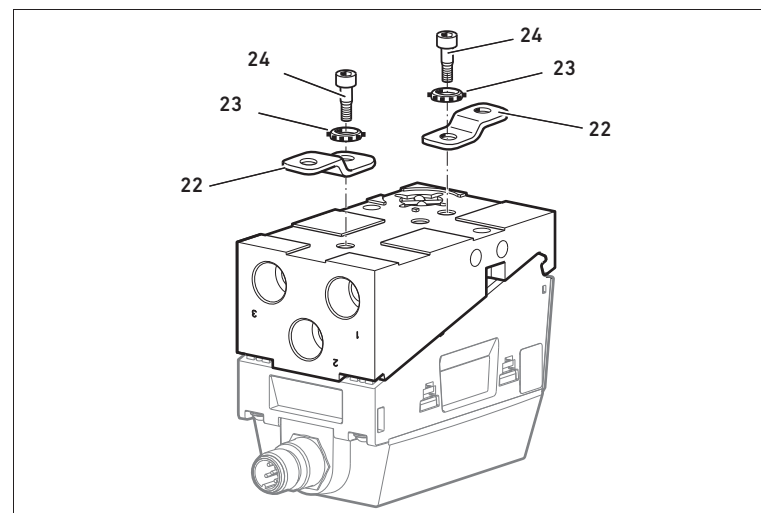

Abb. 7: Befestigungssatz für Montageplatte montieren
- 2 Montagebleche (22)
- 2 Zackenringe (23)
- 2 Zylinderkopf-Schrauben (SW 4) (24), Anzugsmoment: 6 Nm
1. Montieren Sie den Befestigungssatz für Montageplatte wie in Abb. 7 dargestellt. Die Montagebleche (22) greifen in die Vertiefungen ein und können dadurch ausgerichtet werden.